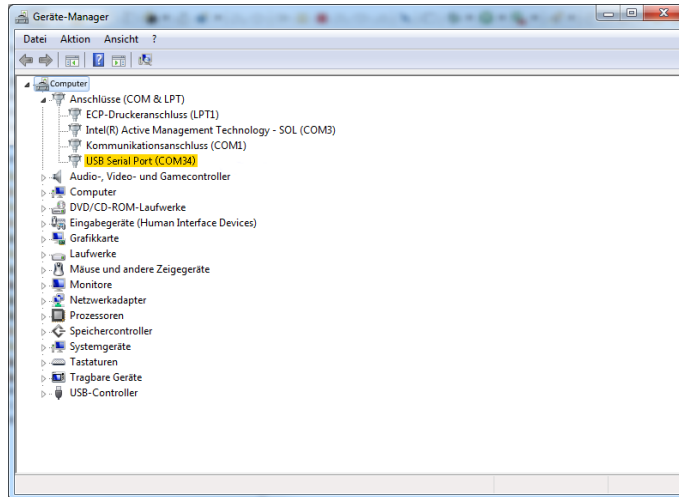

Abbildung 27: Überprüfung des COM-Ports
- Unter Start ⇒ Systemsteuerung ⇒ Hardware und Sound ⇒ Geräte-Manager ⇒ kann der COM Port (Name: USB Serial Port (COM)) in der Einstellung Anschluss identifiziert werden siehe Abbildung 27.
- Unter "Configure Ports" kann mit "Scan Ports" der richtige COM-Port ausgewählt werden, der bereits im Geräte-Manager (Abb.27 Geräte-Manager) abgefragt wurde. Mit OK bestätigen.